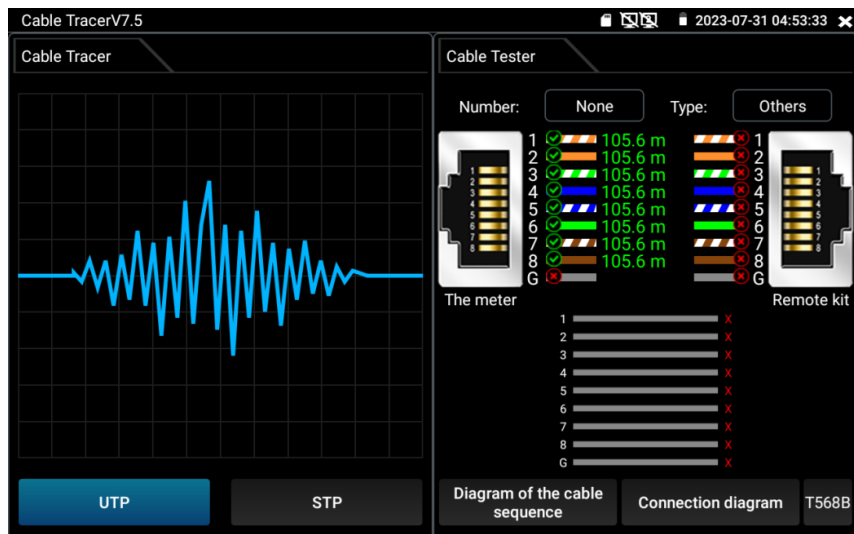

Рис. 135 Работа приложения без ответной части (щупа)
- 4) Приложение способно оценить длину каждого проводника в кабеле витой пары. Для этого подключите кабель в разъем UTP/SCAN на нижней панели тестера. К обратной стороне кабеля не подключайте ничего (рис. 135)